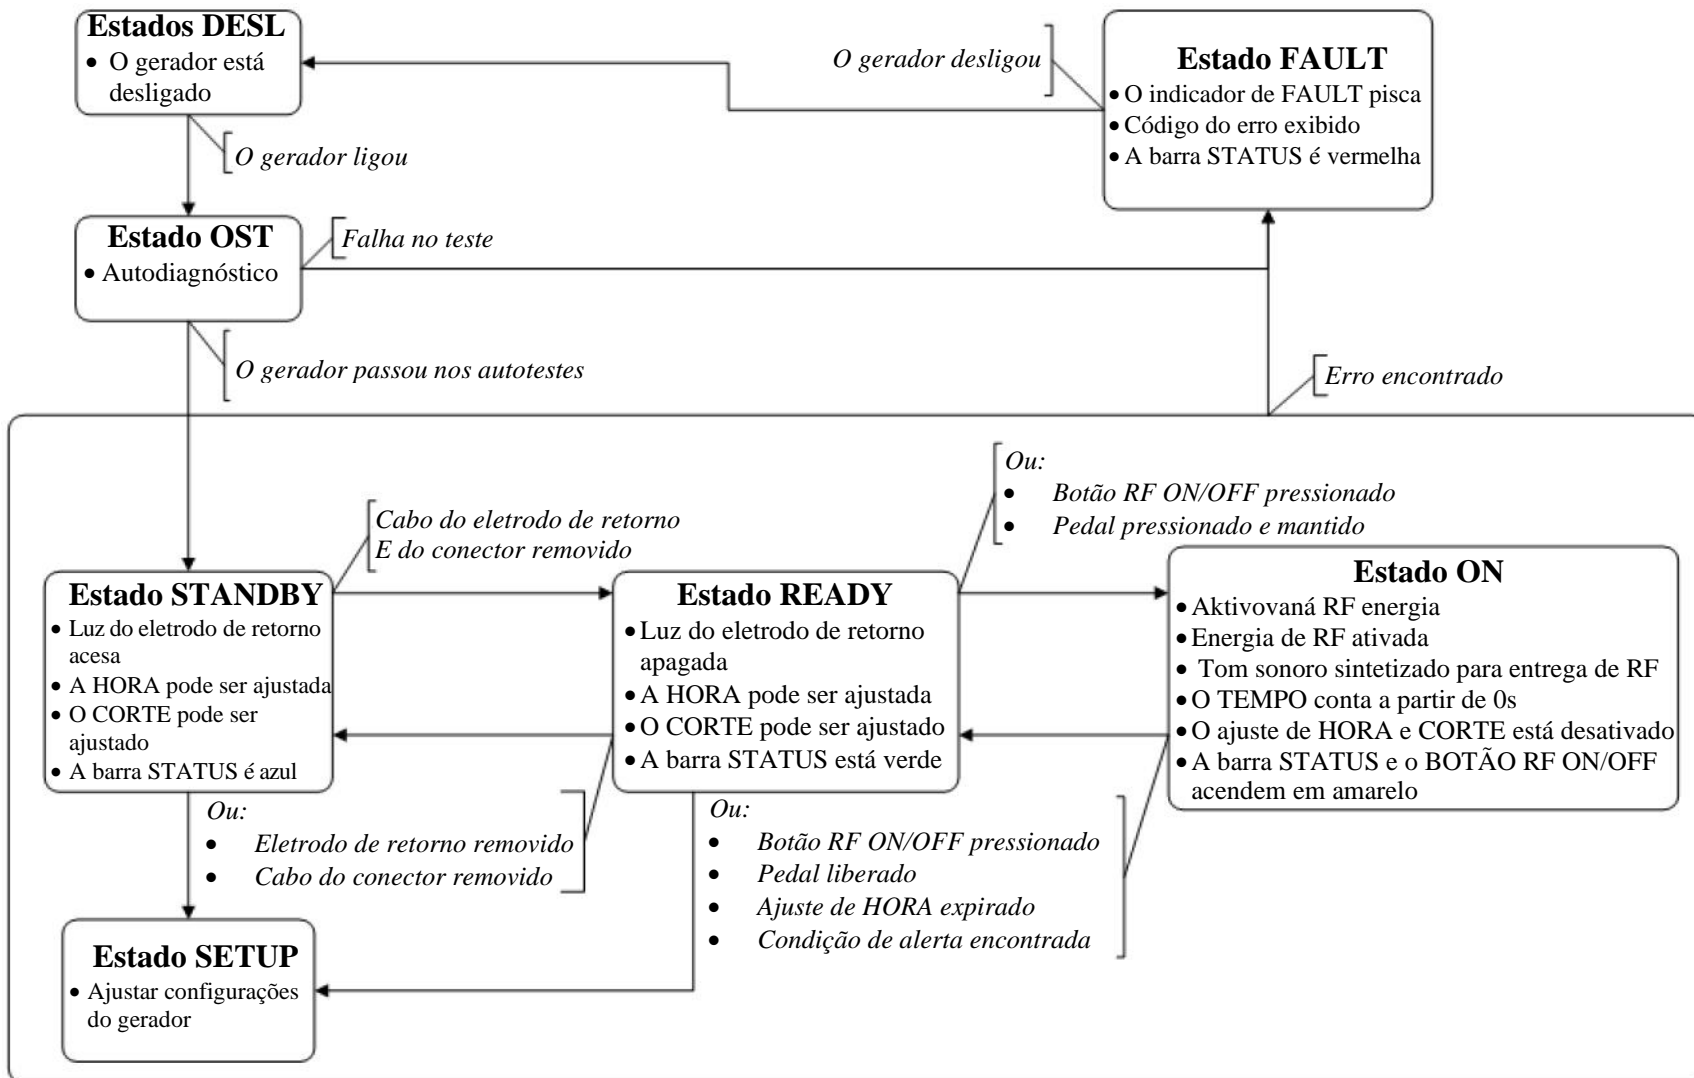

Figura 5-3 - Fluxograma dos Estados do Gerador
- (1) **Indicação de Potência AC:** Este LED verde acende-se quando o Gerador é ligado.
- (2) **Indicador de FALHA:** Este LED vermelho acende-se e pisca quando ocorre um ERRO do sistema. Os erros de sistema incluem falhas de auto-teste, erros de proteção do hardware, erros de medição de hardware e falhas de software. A alimentação ao Gerador tem que cumprir um ciclo (off-on) para tentar a recuperação de um erro de sistema. Consulte as instruções de utilização.
- (3) **Sensor de Luz Ambiente:** Este sensor deteta o nível de luz ambiente. A luminosidade do ecrã é automaticamente ajustada de acordo com o nível de luz ambiente (brilhante (ALTA) numa sala com luz e obscuro (BAIXA) numa sala escura).
- (4) **Indicador de Retorno do Eléctrodo de Retorno:** O LED vermelho acende-se quando um eléctrodo de retorno NÃO está conectado ao Gerador OU quando a impedância medida de um eléctrodo de retorno de monitorização (folha dupla) é superior a 150 ohm, indicando fraco contacto do paciente. Nota: Utilize apenas os eléctrodos de retorno que cumpram com ou excedam os requisitos de IEC 60601-2-2:2017.
- (5) **Barra do ESTADO:** Esta janela apresenta o ESTADO atual do Gerador. Os vários estados do Gerador e como eles estão relacionados são apresentados em Figura 5-3 - Fluxograma dos Estados do Gerador
- (6) **Janela de Configuração do TEMPO:** Esta janela apresenta a duração desejada de saída de RF (em segundos). Esta janela também apresenta as funções para as teclas suaves usadas para ajustar a definição de TEMPO.
- (7) **Teclas suaves da coluna esquerda:** Estas teclas permitem o ajuste do parâmetro. A sua função é apresentada no ecrã à direita da tecla suave, quando aplicável. Por exemplo, as setas para cima ▲ e para baixo ▼ são apresentadas quando as teclas devem ser usadas para aumentar ou diminuir uma definição.
- (8) **Janela de Configuração de CORTE:** Esta janela apresenta o modo de CORTE desejado. Os modos de CORTE são específicos ao Dispositivo RF e descritos na Seção 9.3. As instruções de utilização do Dispositivo de RF BMC devem ser consultadas para as definições adequadas a usar. Esta janela também apresenta a função para as teclas suaves usadas para ajustar a definição de CORTE.
- (9) **Teclas suaves da coluna direita:** Estas teclas permitem o ajuste do parâmetro. A sua função é apresentada no ecrã à esquerda da tecla suave, quando aplicável. Por exemplo, as setas para cima ▲ e para baixo ▼ são apresentadas quando as teclas devem ser usadas para aumentar ou diminuir uma definição.
- (10) **Teclas suaves da linha inferior:** Estas teclas suaves têm várias funções. A função de cada tecla é apresentada no ecrã acima da tecla suave, quando aplicável.
- (11) **Janela de Mensagem:** Esta janela apresenta mensagens informativas e funcionais quando necessário.
- (12) **Conexão do Eléctrodo de Retorno:** Esta ligação isolada do paciente é para a conexão de um eléctrodo (de retorno) dispersivo aprovado. **Utilize apenas eléctrodos dispersivos que cumpram com ou excedam os requisitos de IEC 60601-2-2:2017.** Podem ser usados eléctrodos de não monitorização (folha simples) ou de monitorização (folha dupla).
- (13) **Ligação do Cabo Conector:** Esta ligação isolada do paciente é para a conexão do cabo conector de RFP-100A. O utilizador deve consultar as instruções de utilização do Dispositivo RF para seleccionar o modelo de cabo conector apropriado.
- (14) **Indicador e Botões RF ON/OFF:** Quando prime e solta, este botão inicia o fornecimento de tensão de RF quando o Gerador está no estado PRONTO. Este botão conclui o fornecimento de tensão de RF quando o Gerador está no estado ON. O indicador no botão acende-se a amarelo quando o Gerador está no estado ON.
- (15) **Porta USB (lateral):** Quando uma pen de memória USB é conectada, os dados de tratamento dos últimos vinte 20 fornecimento de tensão de RF são descarregados. Quando conectado à esquerda, os dados de fornecimentos subsequentes de RF são descarregados numa base por tratamento.